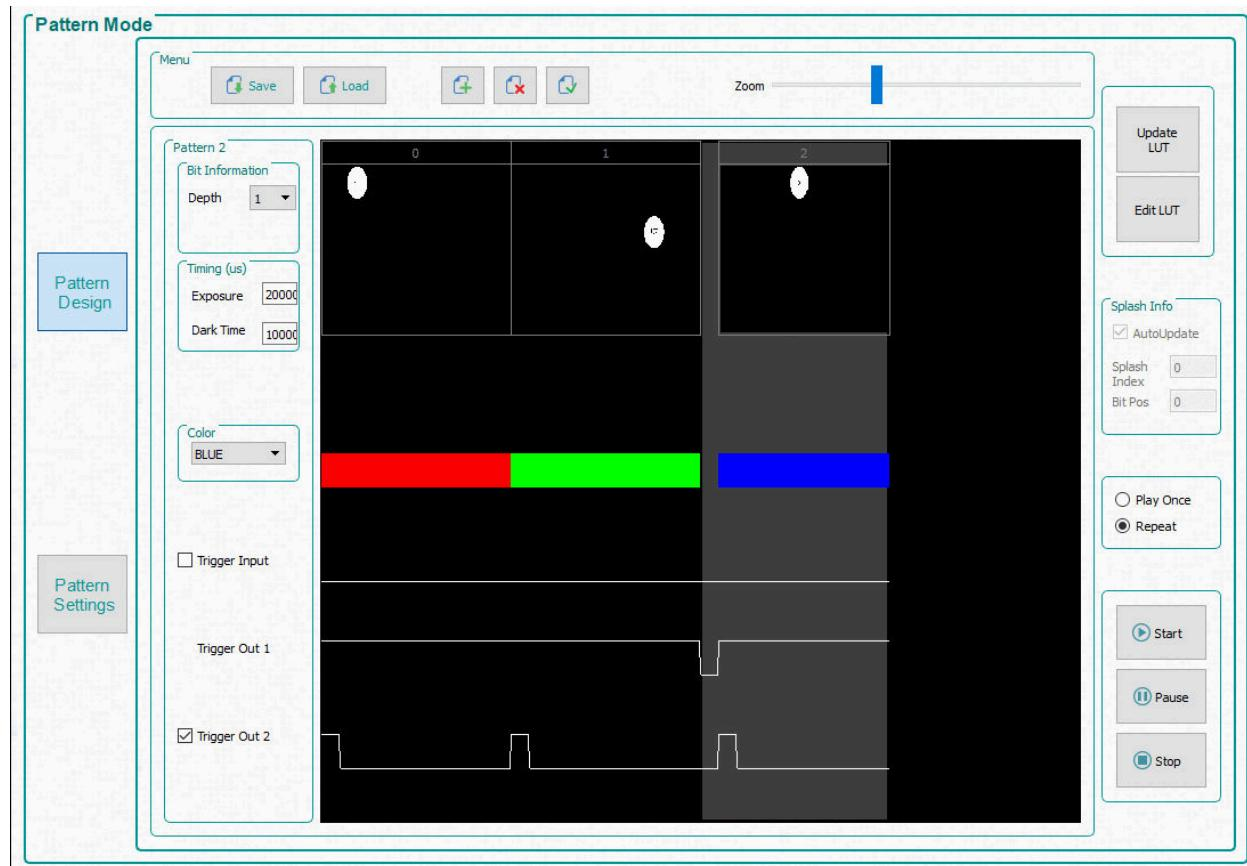

图 3-10. 三个图案序列
7. 选择第三个图案，并选择位深度为 1。将曝光时间设置为 200000 μ s，将暗时间设置为 100000 μ s，然后选择 **Blue** 颜色。图 3-10 显示了图案序列。Zoom 条可用于放大和缩小，这在面板中加载多个图案时很有用。